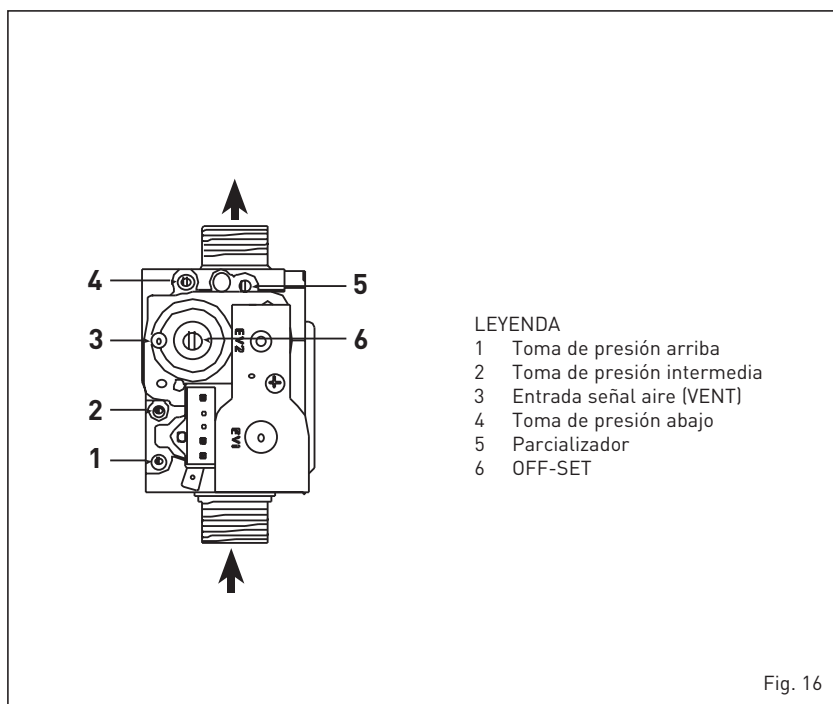

Fig. 16
4.1 VALVULA GAS (fig. 16)
La caldera se produce de serie con válvula gas modelo SIT 848 SIGMA (fig. 16).
- 3) Buscar los valores de CO₂ a la potencia máx. indicados a continuación, ajustando el parcializador (5 fig. 16):
- 5) Buscar los valores de CO₂ a la potencia mín. indicados a continuación, ajustando el tornillo regulador OFF-SET (6 fig. 16):